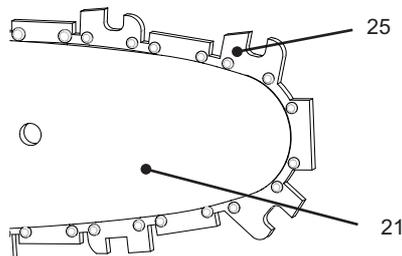

Fig. 15
- > Vérifiez la tension de la chaîne en soulevant la chaîne de la tronçonneuse [25] d'une main face au poids du produit. Une tension de chaîne correcte est obtenue lorsque la chaîne de la tronçonneuse peut être soulevée d'environ 2 à 4 mm du guide-chaîne [21] au centre. (Fig. 15, 16)